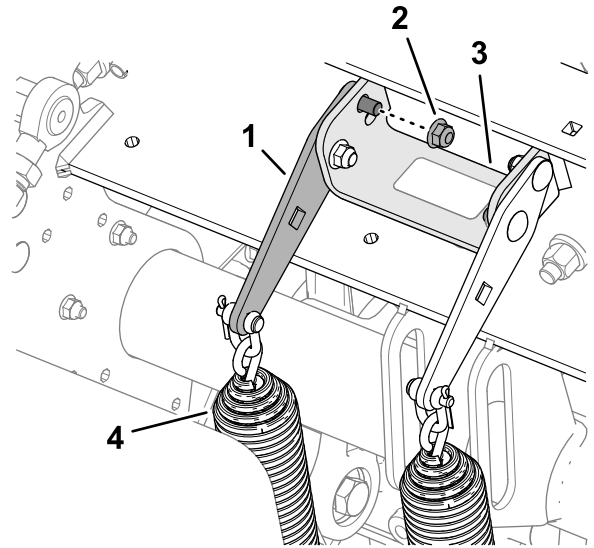

Figure 118
2. Desserrez le contre-écrou à embase avant et le boulon de carrosserie qui fixent la plaque de tension du ressort au support de la tête d'aération (Figure 118).